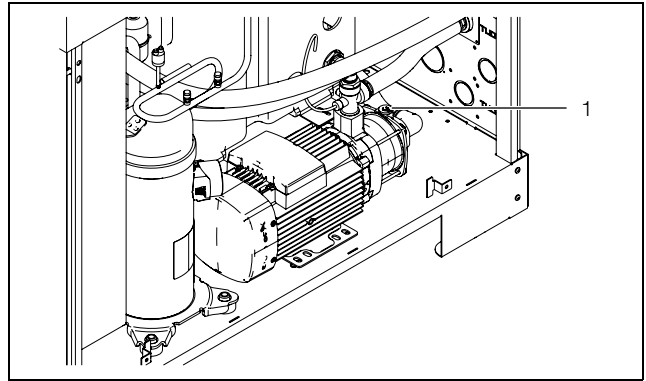

Imagen 26: Purgado de la bomba del medio refrigerante
- Purgue la bomba del medio refrigerante (en reposo) abriendo el tornillo de purga (imagen 26, pos. 1). La purga de la bomba concluye en el momento que rebosa medio refrigerante del tornillo de purga.